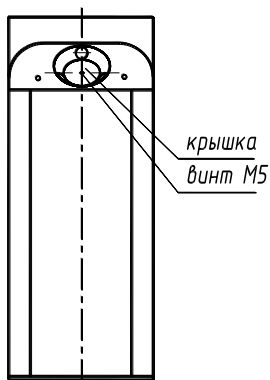

Рис.1
- 6.10. Установите штанги. Для этого снимите крышку поворотного механизма, открутив винт М5 (Рис.1). Закрепите штанги болтами М10, входящими в комплект штанг.